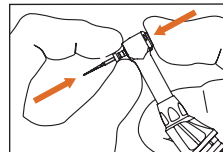

Figura 2
2.2.1 Inserimento Vedere la Figura 2.